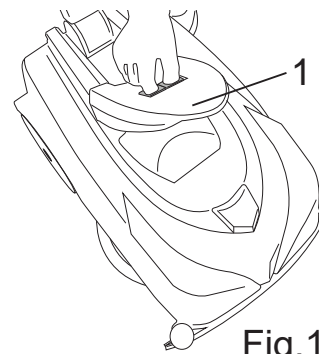

Fig.19
- Sganciare il coperchio dal serbatoio recupero premendo verso l'interno le due chiusure scorrevoli (Fig.19-Rif.1).